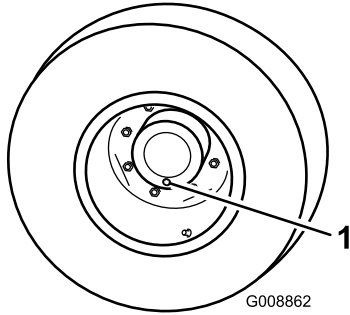

Figure 67
- Placez la machine sur une surface plane et horizontale et tournez une roue de sorte que l'un des bouchons de contrôle se trouve à la position la plus basse (6 heures) (Figure 67).